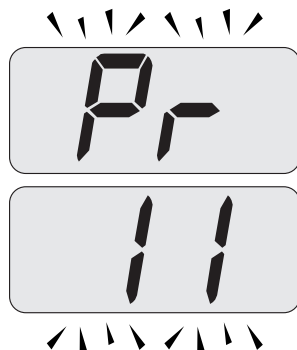

Figura 5.53
- Scorrere i vari parametri utilizzando i tasti 17 o 18 fino a far apparire sul display LCD le lettere **Pr** che si alternano con il codice **11**, indicanti l'entrata nel "parametro 11" (Figura 5.53).
- Premendo contemporaneamente i tasti 16 e 17 (Figura 5.51) si esce senza modificare il valore (ritorno alla lista parametri Figura 5.53)